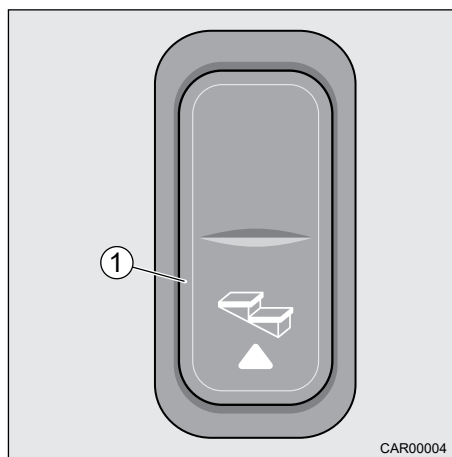

Fig. 6 Interrupteur de la cabine
1. appuyer sur l'interrupteur à bascule (Fig. 6, pos. 1) et le marche-pied rentre complètement.